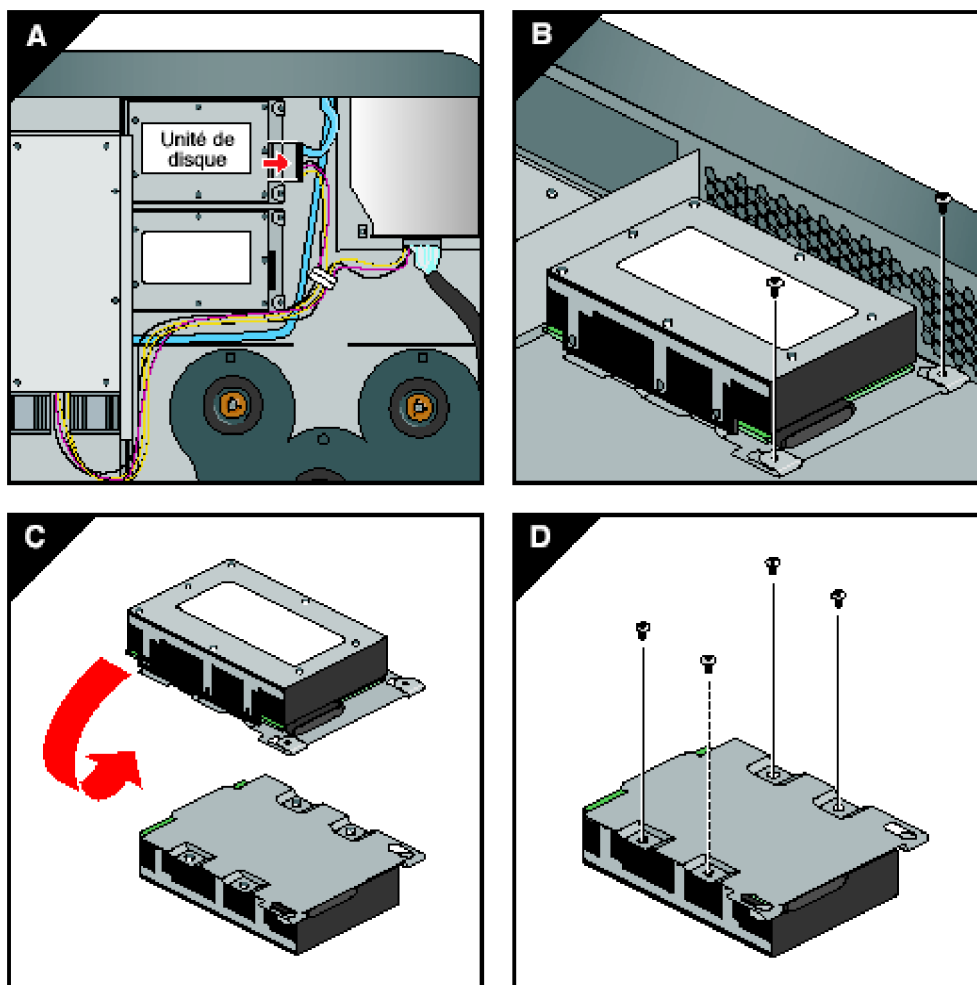

Figure 6-7 Remplacement d'une unité de disque
Renseignements importants : Le disque système (disque 0) est situé tout près des ventilateurs. Le disque de données (disque 1) est le disque situé le plus près de l'avant du châssis, (reportez-vous au panneau A dans la figure 6-7).
6. Repérez l'unité que vous voulez remplacer, ou déterminez le support d'unité sur lequel vous installerez la nouvelle unité. Reportez-vous au panneau A dans la figure 6-7.
8. Enlevez les deux vis Tx 20 qui maintiennent le support d'unité en place sur le châssis. Reportez-vous au panneau B dans la figure 6-7.
9. Retournez soigneusement l'assemblage et enlevez les quatre vis Tx 10 qui connectent l'unité au support en tôle. Reportez-vous au panneau C dans la figure 6-7.
10. Placez la nouvelle unité sur le support de disque, alignez les trous de vis et fixez l'unité au moyen des quatre vis Tx 10. Reportez-vous au panneau D dans la figure 6-7.